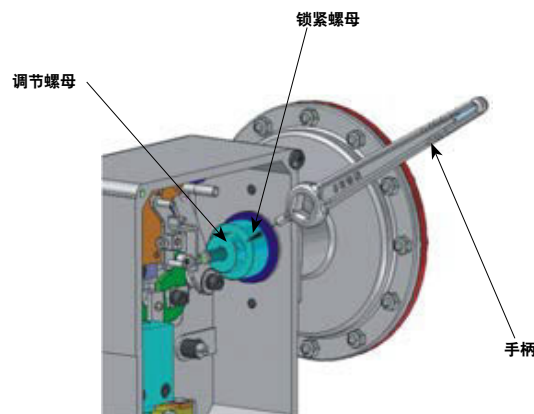

图10. 用手柄末端的小轴扳动调节螺母
2. 用手柄转动调节螺母之前，先松开锁紧螺母，见图10。当传感器内有压力较高的气体时，用手柄不能轻松转动调节螺母，这时不能强力扳动手柄，或人为加长手柄使用，否则，会造成零件损坏。这种情况下，应先目测或估计调节螺母的旋进或旋出的量，然后排空此时传感器内的有压气体，用手柄调整调节螺母，再向传感器内冲入合适压力的气体，观察调整是否到位，反复调整直至符合要求为止。